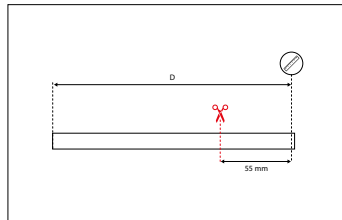

Abb. 28: Sensorarm Mittelstellung
3. Kürzen Sie den Gummiüberzug auf der Gewindestange. Die Länge des Gummiüberzugs muss 55 mm geringer sein als der in Punkt 1 gemessene Abstand [D] (Abb. 28).